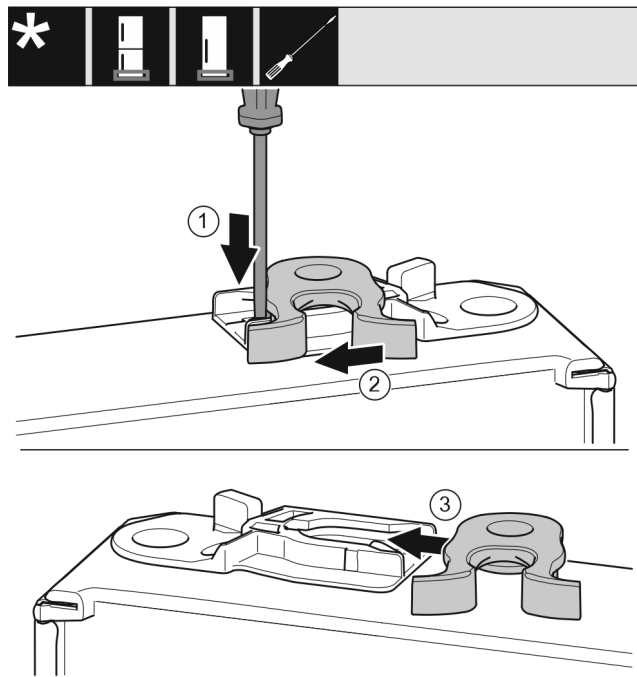

Fig. 23
- Plochým šroubovákem přitlačte lamelu Fig. 23 (1) dolů.
- Vytáhněte petlici Fig. 23 (2) z vedení.
- Petlici Fig. 23 (3) zasuňte do vedení na druhé straně.